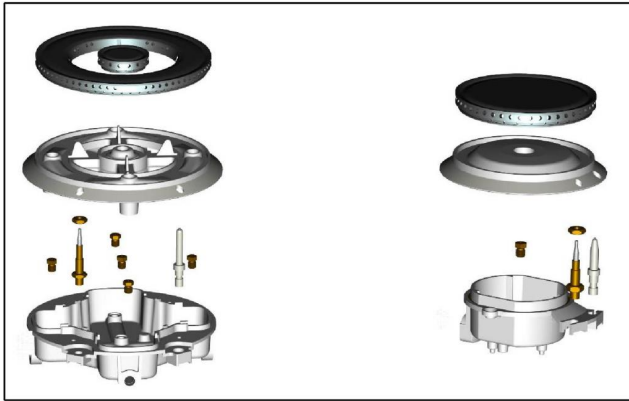

Figure 16
1. Placez les têtes du brûleur sur la base du brûleur. Assurez-vous que le trou dans la tête du brûleur est correctement aligné avec l'électrode dans la base du brûleur. (voir Figure 16)